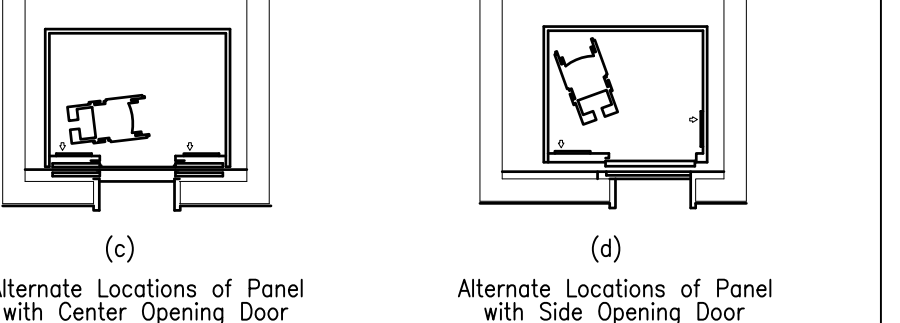

Fig 25
b. FOR MANEUVERING CLEARANCES AT DOORS SEE FIG. 25.